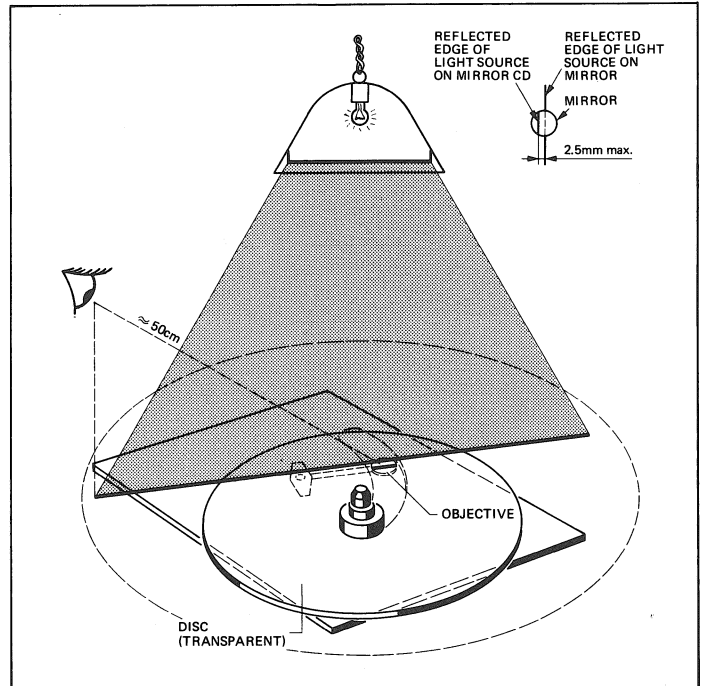
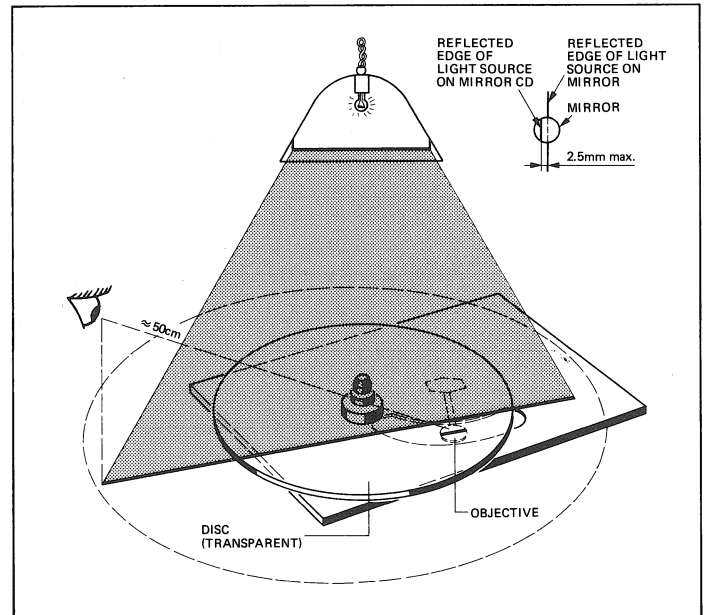

Fig. 4.13
Fig. 4.14
-> fig. 4.13 / fig. 4.14
- En observant les deux ombres sur le disque de verre et le miroir (fig. 4.13) on ne doit pas constater de décalage latéral de plus de 2,5 mm.
- Poser le mécanisme de manière que la ligne d'ombre tombe perpendiculairement au bras mais en passant par le centre du miroir sur l'optique à laser (fig. 4.14).